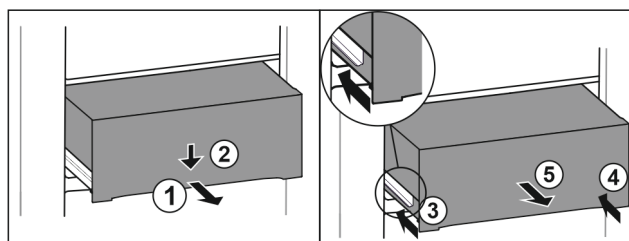

Fig. 189
- Estrarre il cassetto a metà. Fig. 189 (1)
- Premere il cassetto sul lato anteriore verso il basso. Fig. 189 (2)
- Spingere la guida sinistra di circa 2 cm verso l'interno. Fig. 189 (3)
- Spingere la guida destra di circa 2 cm verso l'interno. Fig. 189 (4)
- Rimuovere il cassetto tirandolo in avanti. Fig. 189 (5)